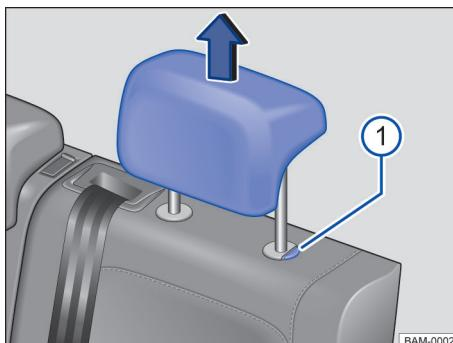

Fig. 71 Apoios para cabeça traseiros: desinstalar.
- Retirar o apoio para cabeça com o botão → Fig. 71 ① pressionado.
- Empurrar o apoio para cabeça para baixo com o botão → Fig. 71 ① pressionado.